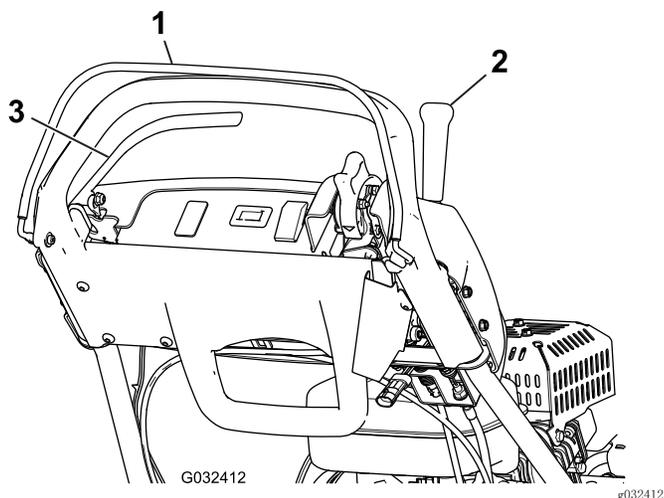

图29
3. 放开操作员到位控制装置后，尝试接合牵引杆（图29）。牵引杆**应该不能**接合。如果牵引杆能够接合，则需要对联锁系统进行维修。请在操作机器之前纠正该问题；请参阅 维修牵引联锁开关（页码 28）。
4. 压下操作员到位控制装置并接合牵引杆，然后松开操作员到位控制装置（图29）。牵引杆**应**脱离。如果牵引杆不能分离，则需要对联锁系统进行维修。请在操作机器之前纠正该问题；请参阅 维修牵引联锁开关（页码 28）。
5. 压下操作员到位控制装置并将换挡控制杆移至左侧，接合牵引和滚刀驱动装置，然后松开操作员到位控制装置（图29）。牵引杆**应**脱离。如果牵引杆不能分离，则需要对联锁系统进行维修。请在操作机器之前纠正该问题；请参阅 维修牵引联锁开关（页码 28）或 调整滚刀控制装置（页码 31）。
6. 压下操作员到位控制装置并将换挡控制杆移至左侧，接合牵引和滚刀驱动装置，将换挡控制杆移至右侧，分离滚刀驱动装置（图29）。滚刀驱动装置**应**分离。如果滚刀驱动不能分离，则需要对联锁系统进行维修。请在操作机器之前纠正该问题；请参阅 调整滚刀控制装置（页码 31）。
2. 在按下 OPC、牵引杆接合以及发动机控制装置处于启动位置（图29）的情况下，尝试启动发动机。发动机**不应**启动。如果发动机启动，则需要对联锁开关进行维修。请在操作机器之前纠正该问题；请参阅 维修牵引联锁开关（页码 28）。
2. 分离牵引杆，接合刹车并使发动机控制装置处于启动位置（图29），尝试启动发动机。发动机**应**启动。如果发动机没有启动，则需要对联锁开关进行维修。请在操作机器之前纠正该问题；请参阅 维修刹车联锁开关（页码 29）。
3. 发动机运行时，接合脚踏刹车（而非手刹锁），压下操作员到位控制装置并接合牵引杆（图29）。发动机应慢慢减速，但不应熄火。如果发动机快速关闭，则需要对联锁开关进行维修。请在操作机器之前纠正该问题；请参阅 检查刹车联锁开关（页码 19）。
4. 发动机运行时，接合手刹锁定装置，按下操作员到位控制装置并接合牵引杆（图29）。发动机**应**关闭。如果发动机没有关闭，则需要对联锁开关进行维修。请在操作机器之前纠正该问题；请参阅 维修刹车联锁开关（页码 29）。